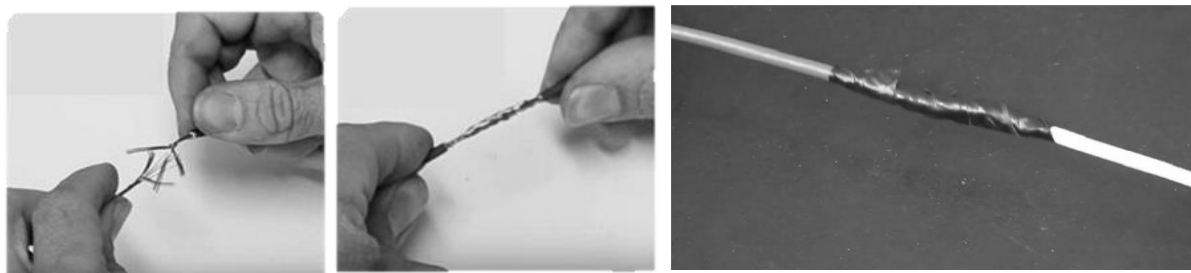

Figura 7 - Reprodução
3. Emendar os fios conforme figura 7, de preferência soldá-los com estanho após o término a emenda. Finalizar isolando os fios com fita isolante para evitar curto-circuito e que a carcaça fique energizada;